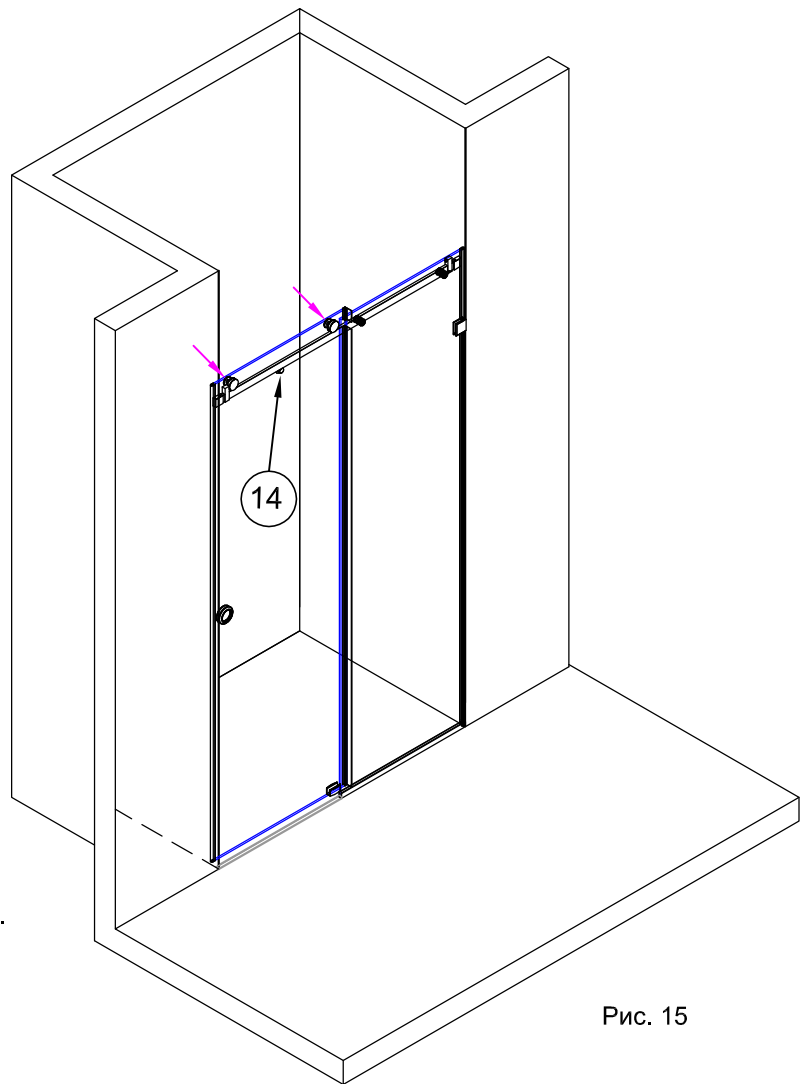

Рис. 15
Если прилегание не плотное, то есть край двери не параллельный стене, провести регулировку роликов №12. (рис.15)
4.11. Для безопасного передвижения дверей установить ограничитель №14 (рис.15). Расстояние между низом рельса и ограничителем - минимальное.